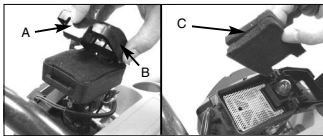

Fig. 6
1. Tryk på knappen (A), og hold skærmen i stilling, tag skærmen af (B), og tag luftfiltret (C) ud af luftfilterhuset (fig. 6).